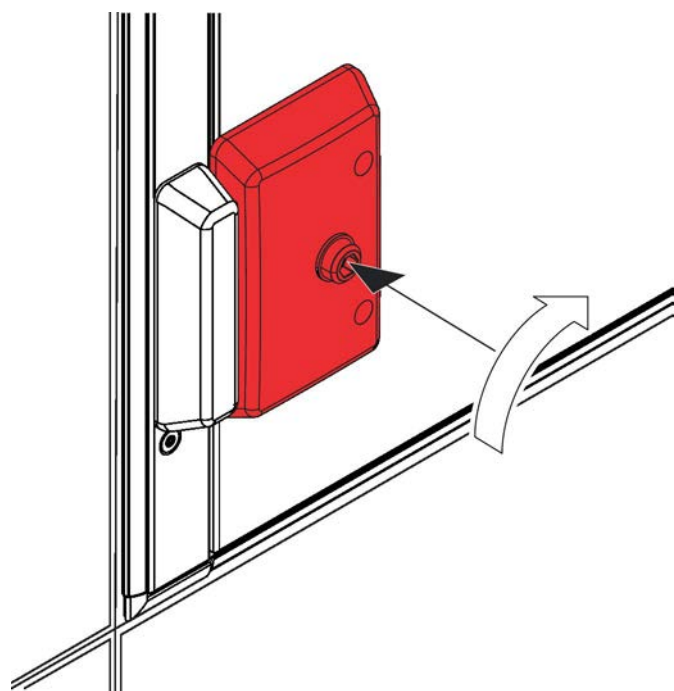

Fig. 20: Ouverture d'un verrou avec la clé spéciale (zones dangereuses)
- ▶ Introduire la clé spéciale TROX dans le verrou et tourner celui-ci jusqu'en butée dans le sens anti-horaire (Voir la Fig. 20).